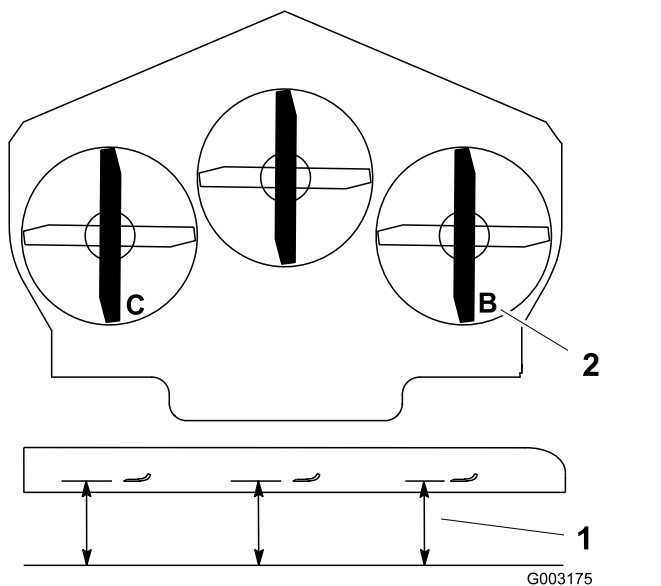

Figura 74
1. Disponete la lama destra in posizione longitudinale rispetto alla macchina (Figura 74).
2. Misurate la lama destra al punto **B** da una superficie piana fino al tagliente della punta della lama (Figura 74).
4. Disponete la lama sinistra in posizione longitudinale rispetto alla macchina (Figura 74).
5. Misurate la lama sinistra al punto **C** (Figura 74) da una superficie piana fino al tagliente della punta della lama.